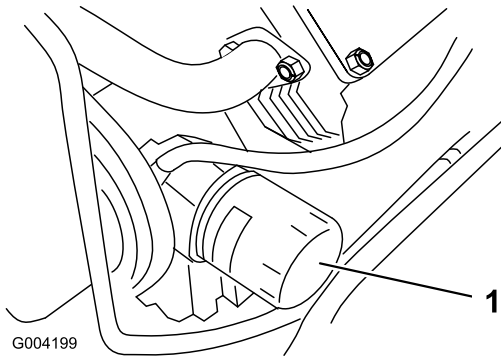

Figura 38
4. Retire el filtro usado (Figura 38) y limpie con un paño la superficie de la junta del adaptador del filtro.